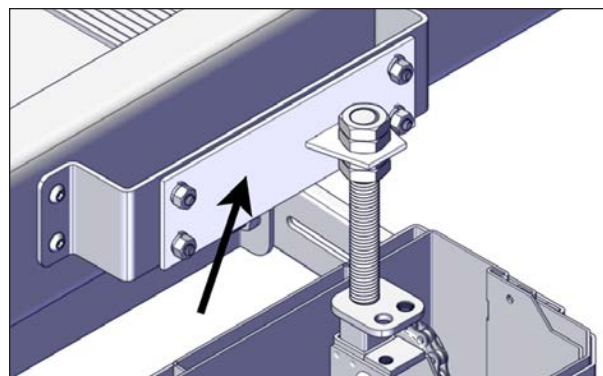

FIGURE 108: INSTALLATION DES ADAPTATEURS DE VÉRIN
4. Glisser délicatement l'assemblage du manchon vers le bas, voir Figure 108.
5. Réinstaller les adaptateurs de vérin, mais pas les manchons. Réinstaller les 4 boulons de carrosserie 1/4-20 x 3/4 po, voir Figure 108.